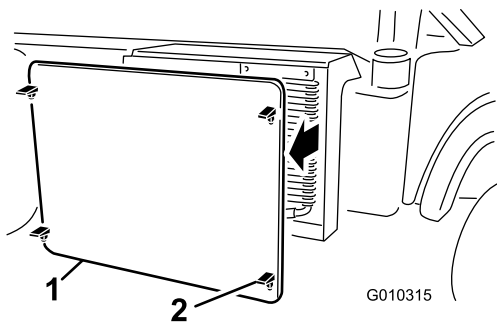

Figure 61
2. Déverrouillez et enlevez l'écran devant le radiateur (Figure 61).